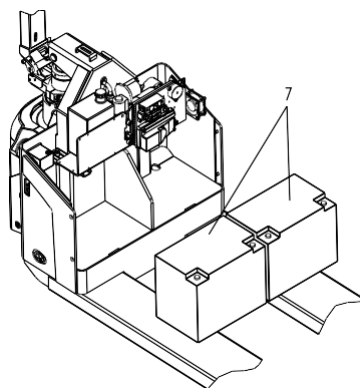

Рис. 10
- Снимите старую батарею и установите новую в обратном порядке (см. рис. 10).